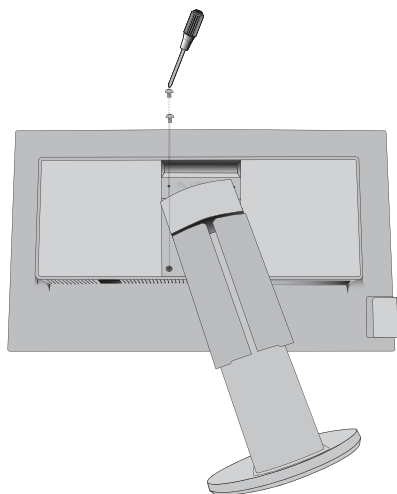

Figura S.2
4. Extraiga primero los dos tornillos inferiores: mueva el soporte a la izquierda y a la derecha para extraer los dos tornillos inferiores (**figura S.2, S.3**).